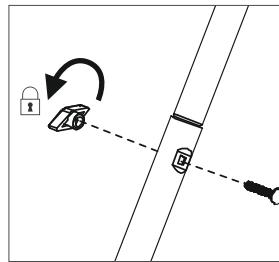

Рис. 3
2. Вставьте болт в отверстия и затяните болт для фиксации соединения в отверстиях, чтобы освободить ход винта (рис.3).